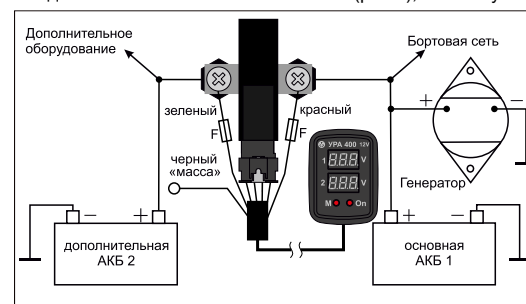

Рис.1
1.3 Произвести соединения в соответствии со схемой (рис.1), используя провода сечением не менее 25мм2.